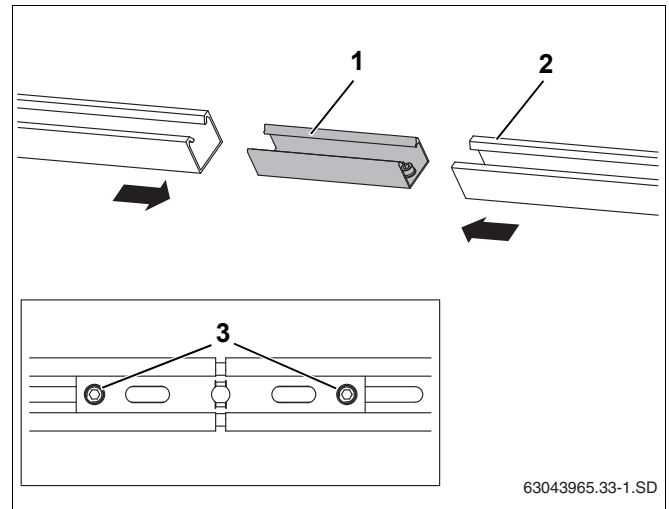

Рис. 31 Соединение профильных реек
- Задвинуть до упора вставку (рис. 31, поз. 1) в обе профильные рейки (рис. 31, поз. 2).
- Для фиксации затянуть ключом SW 5 оба предварительно установленных стопорных винта M10 (рис. 31, поз. 3).